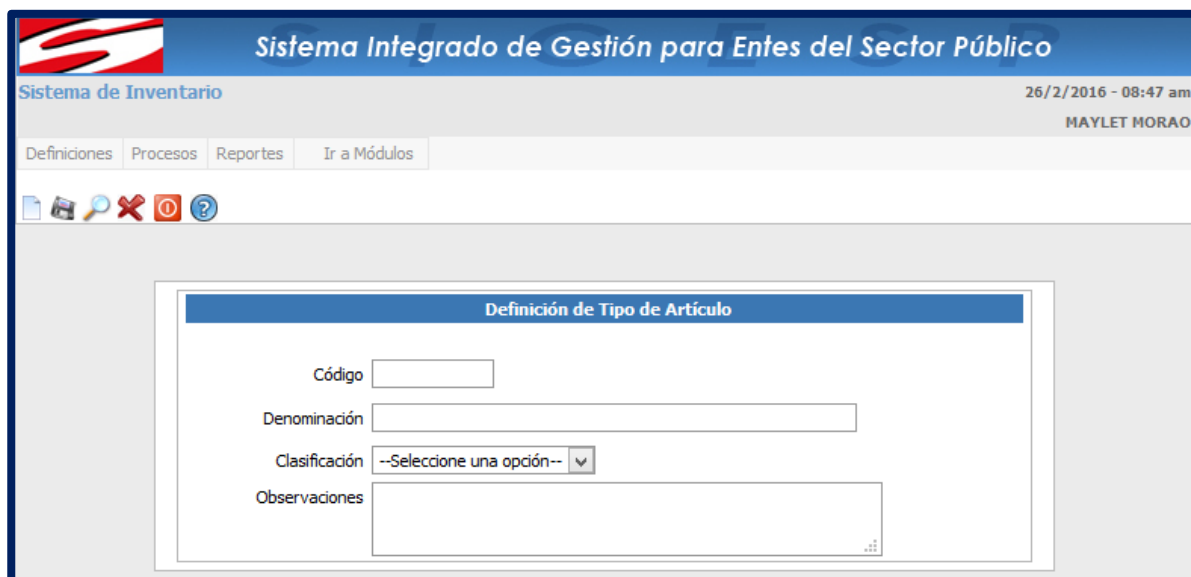

Imagen 26: Pantalla de Tipo de Artículo.
- 3.- Inmediatamente se le mostrara la pantalla de Tipo de Artículo (imagen 26).